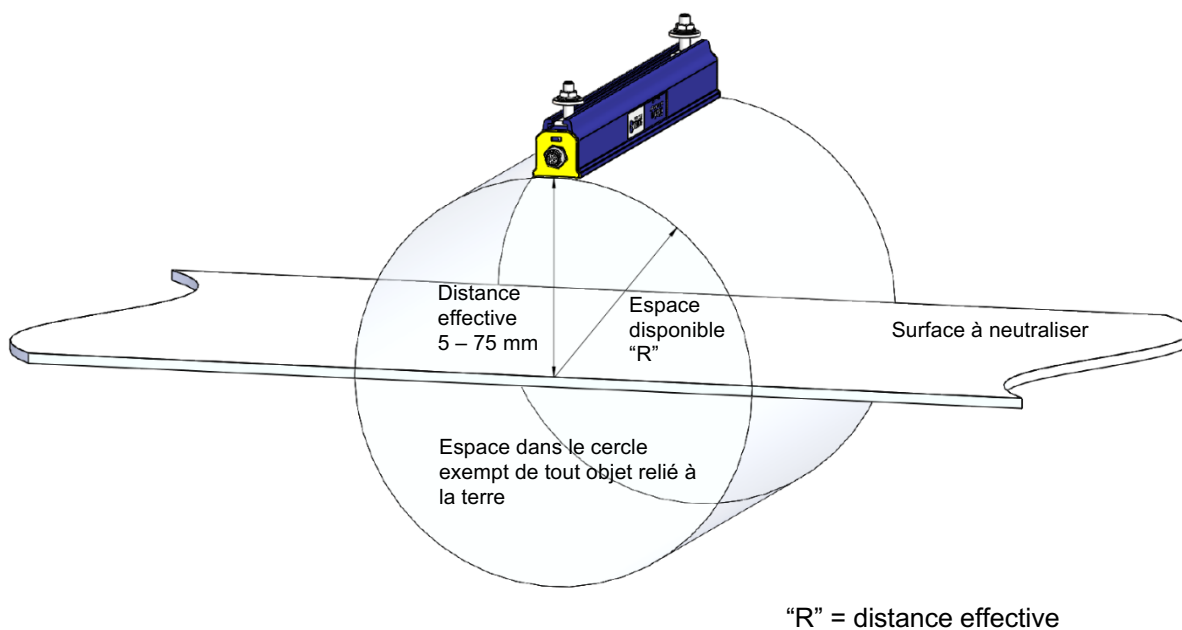

Figure 3 : Position optimale de la Vicinion
- Pour un résultat optimal, la barre ionisante doit être installée conformément à la Figure 3.